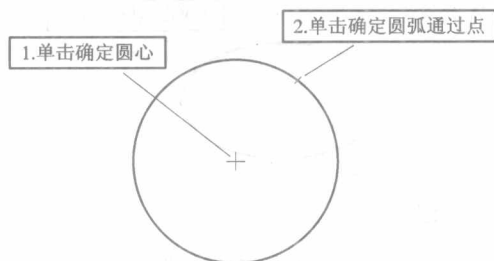

图 2-4 草绘中心半径圆
(1) 中心半径方式: 单击草绘中心半径圆图标 , 首先单击圆心位置, 移动鼠标, 单击圆通过的点以确定其半径, 如图 2-4 所示。